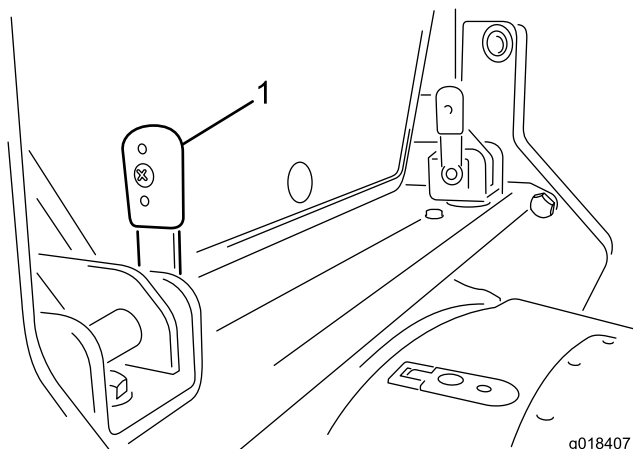

Figure 12
1. Tournez vers le haut les deux leviers de verrouillage situés sur la traverse à l'arrière de la cabine (Figure 12).
3. Les leviers étant en position verticale (Figure 12), poussez-les à travers les supports. Il faudra éventuellement agiter les leviers latéralement dans les supports pour aligner les ergots de verrouillage dans les fentes.